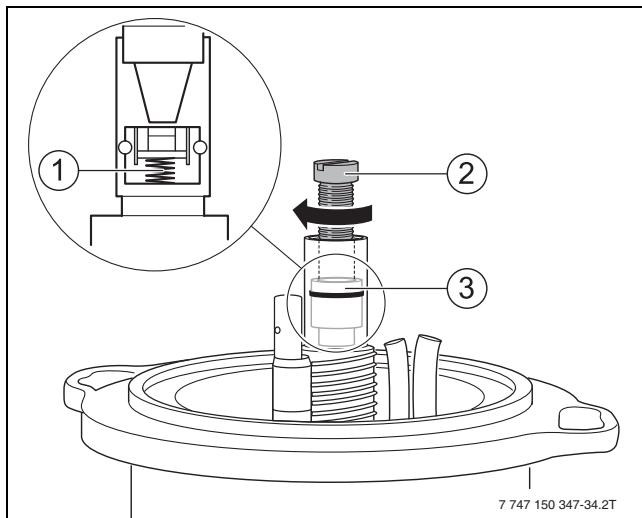

Fig. 41 Sostituzione della valvola di chiusura
- ▶ Avvitare la vite M5 x 50 (→ fig. 41, [2]).
- ▶ Estrarre la valvola di chiusura (→ fig. 41, [3]).